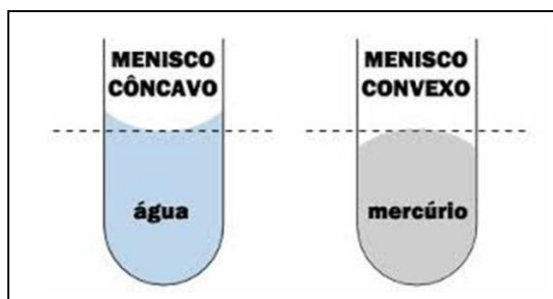

Figura 1: Formas de menisco
**Leitura do nível de um líquido - menisco:** para ler corretamente o nível de um líquido, é importante olhar pela linha tangente ao menisco, que é côncavo no caso de líquidos que aderem ao vidro, e convexo no caso de líquidos que não aderem ao vidro (mercúrio), figura 1. O menisco consiste na interface entre o ar e o líquido a ser medido. O seu ajuste deve ser feito de modo que o seu ponto inferior fique horizontalmente tangente ao plano superior da linha de referência ou traço de graduação, mantendo o plano de visão coincidente com esse mesmo plano.